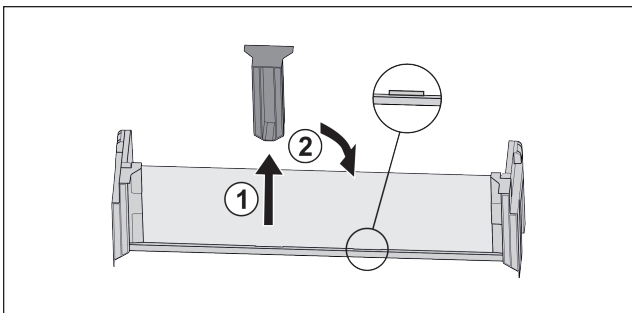

Fig. 54
- ▶ Extraire la pièce de retenue centrale Fig. 54 (1).
- ▶ Insérer la pièce de retenue centrale en deuxième position Fig. 54 (2).